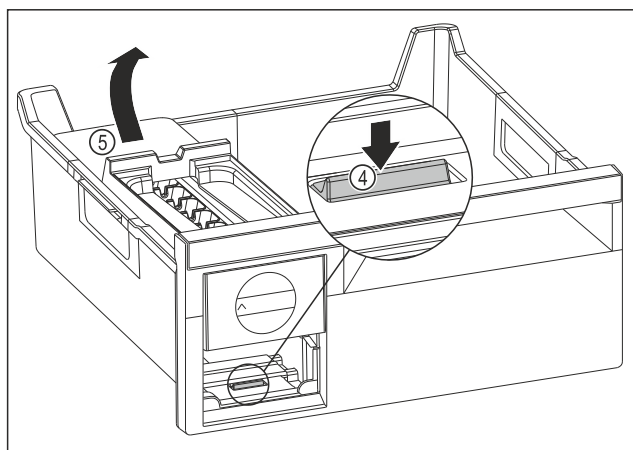

Fig. 91
- ▶ Odstranjevanje glavnega dela EasyTwist-Ice: Spono Fig. 91 (4) s prstom potisnite navzdol in hkrati z drugo roko glavni del EasyTwist-Ice Fig. 91 (5) od zadaj dvignite.